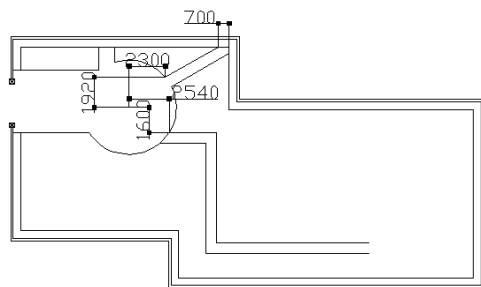

图 16.7
(5) 分别使用【直线】【多段线】命令绘制主道路, 路宽 700。如图 16.7 所示。